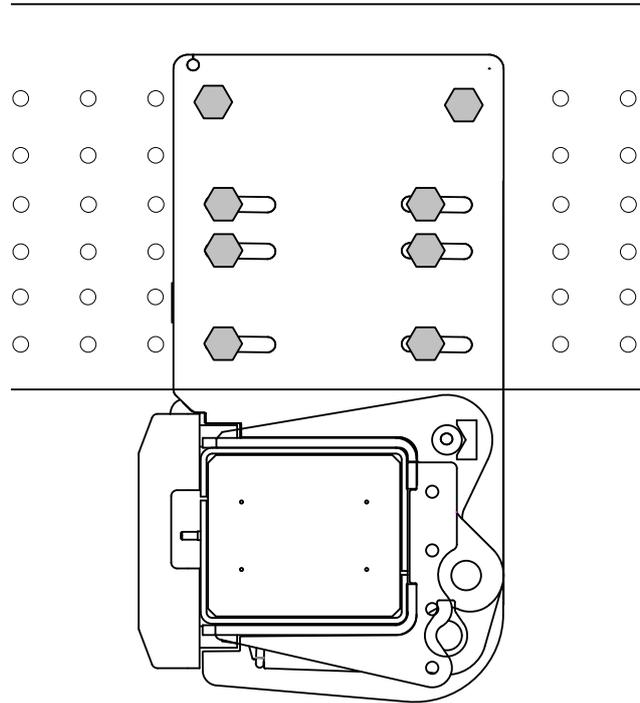

Figura 30. Montaje del soporte del chasis en un chasis de vehículo con agujeros previamente perforados
15. Atornillar los soportes en el exterior del chasis del vehículo. Montar en los agujeros alargados con un mínimo de 6 tornillos. Usar tornillos M14 adecuados (resistencia equivalente a M14 10.9 o superior) y montar la arandela y la tuerca correspondientes en el interior del chasis del vehículo. Montar los tornillos sin apretar. Véase Figura 30.
18. Hacer agujeros en el chasis del vehículo para los tornillos de fijación de los dos agujeros redondos superiores de cada soporte. Usar tornillos M14 adecuados (resistencia equivalente a M14 10.9 o superior) y montar la arandela y la tuerca correspondientes en el interior del chasis del vehículo. Véase Figura 30. Apretar los tornillos con una llave dinamométrica. **Par de apriete: Normal para el tornillo seleccionado.**